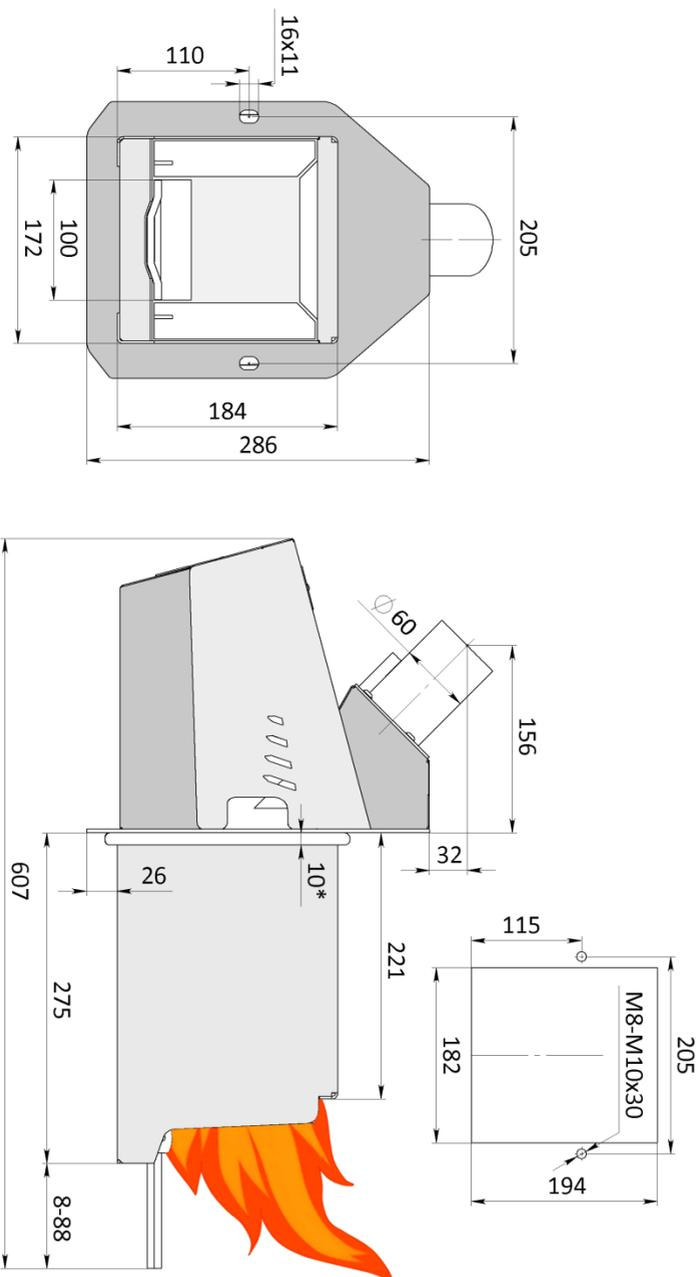

Рис.3 Габаритные и присоединительные размеры пеллетной горелки КВПГ Ориона 30 кВт.
- 2) Согласно схеме на Рис.3 выполнить монтажные отверстия в штатной дверце котла, если в комплекте поставки не предусмотрена дополнительная дверца горелки.